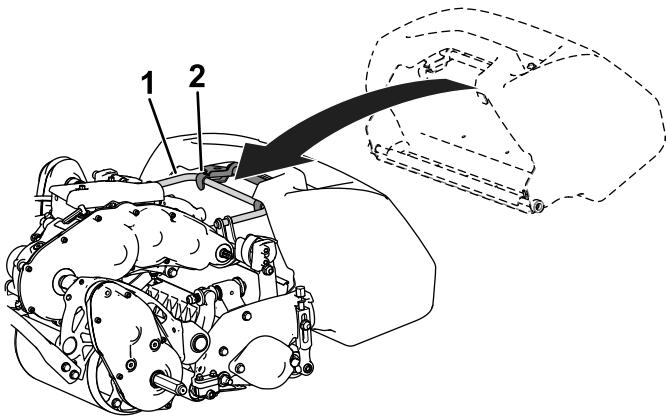

Figura 4
2. Oriente o rebordo do cesto entre as placas laterais da unidade de corte e sobre o rolo frontal (Figura 4).
3. Instale os ganchos do cesto por cima do arco da estrutura (Figura 4).